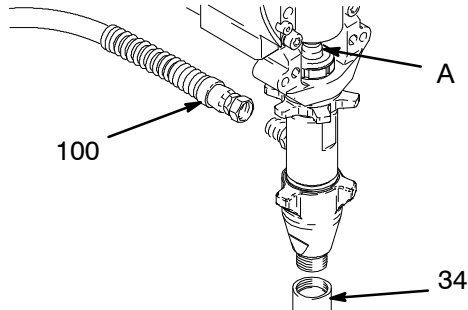

Fig. 15
3. Fig. 15. Drej pumpens stempelstang (A) til bundstilling.
4. Fig. 15. Afmonter sugerøret (34) og slangen (100).